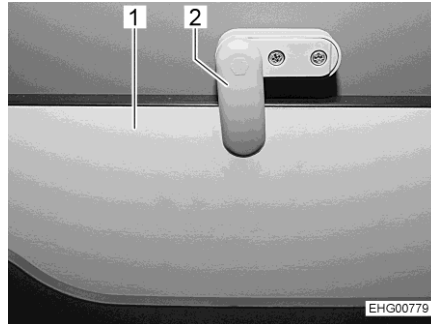

Fig. 66 Bloqueo
- Soltar el dispositivo de bloqueo (Fig. 66,2).
- Desplegar el peldaño (Fig. 66,1).